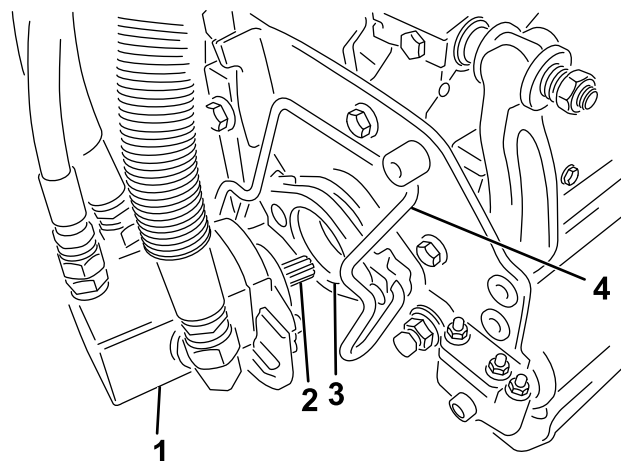

Figura 13
- Cubra el eje acanalado del motor de la unidad de corte con grasa limpia (Figura 13).
- Introduzca el motor en el lado izquierdo de la unidad de corte (visto desde el puesto del operador) y tire de la barra de retención del motor (en la unidad de corte) hacia el motor hasta que oiga un "clic" en ambos lados del motor (Figura 13).